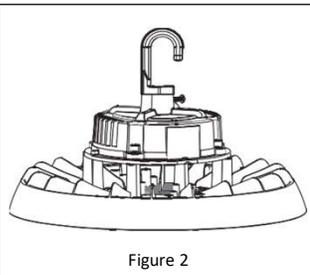

Figure 2
2. Once correct wattage is selected, replace the rubber panel. **See Figure 2.**
2. Une fois la puissance sélectionnée, remplacez le panneau en caoutchouc. **Voir la Figure 2.**